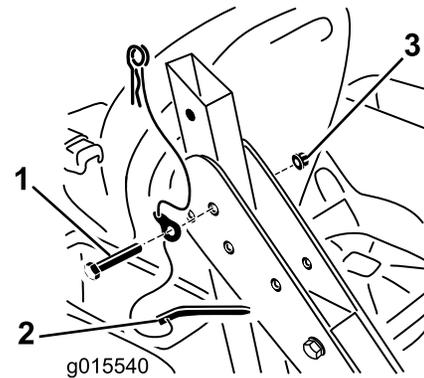

Bild 4
3. Befestigen Sie den Überrollbügel an den Überrollbügelstützen, wie in Bild 4 dargestellt. Ziehen Sie die Schrauben nur so weit an, dass sich der Überrollbügel ungehindert drehen kann.